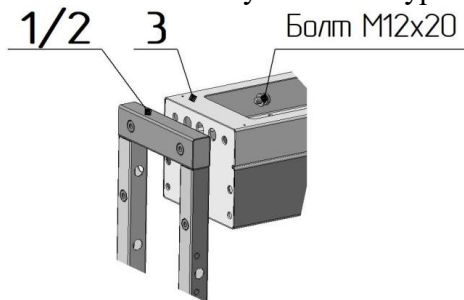
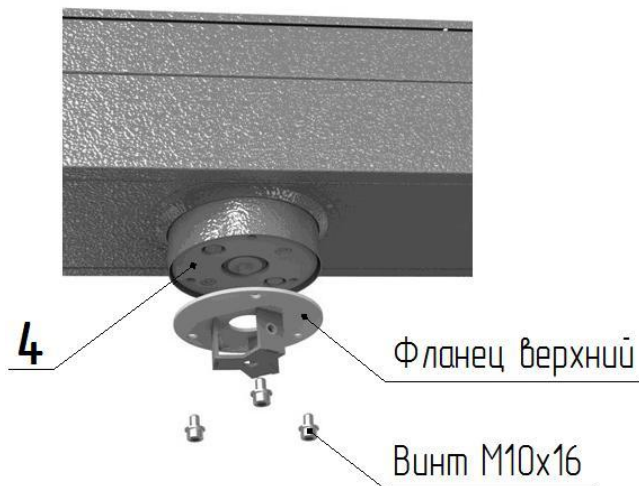

Рис. 1
Рис. 3
1. Сборка турникета (рис. 1, 2, вариант сборки двумя сборщиками):
– положите на пол на боковую плоскость раму привода **3** (рис. 3), (предварительно постелив лист картона), рядом аналогично положите стойку крыла прохода **1** и стойку ограничения прохода **2** (рис.1); состыкуйте указанные элементы друг с другом присоединительными элементами и закрутите по три болта М12 с каждой стороны; поставьте собранный портал вертикально на месте установки турникета;
2. Сборка центральной стойки (рис. 3, 4):
– установите на диск муфты привода **4** (рис.3) верхний фланец центральной стойки и закрепите винтами М10х16, нижний фланец прикрепите к фланцу вала опоры центральной стойки **7** винтами М8х16, в первую очередь установите на посадочные плоскости фланцев лопасть с внутренними кронштейнами (рис.4), расположение "верх" указано маркировкой и закрепите винтами М8 (не затягивая их);